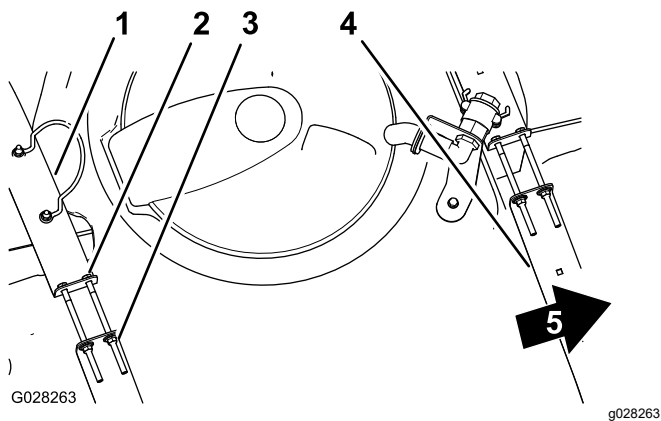

Bild 72
2. Prüfen Sie, ob Sie zwischen den Behälterriemen und dem Behälter eine Bewegung feststellen können (Bild 72).
- Wenn die Behälterriemen lose am Behälter angebracht sind, ziehen Sie die Sicherungsbundmutter und Schrauben oben an den Riemen an, bis sie mit der Behälterfläche bündig sind (Bild 72).